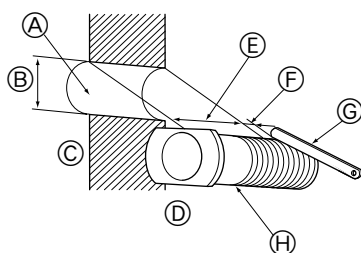

Fig. 3-6
3.4.1. Realización de orificios (Fig. 3-6)
- ① Haga agujeros de $\varnothing$ 65 ó 75 mm con una profundidad de aprox. 5–7 mm y ligeramente inclinados hacia fuera de la habitación.
- ② Inserte los manguitos para orificios de pared en los orificios.